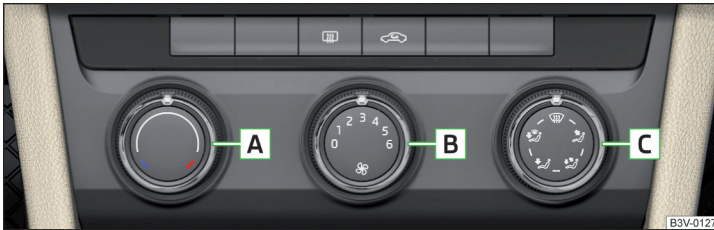
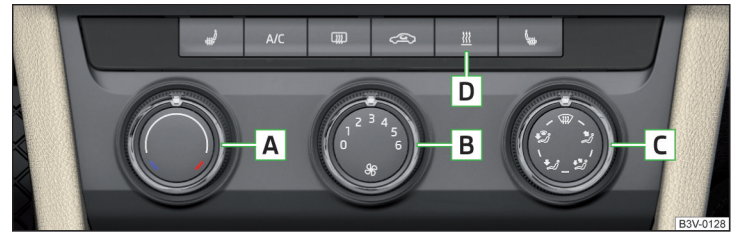

Abb. 135 Heizungsbedienelemente
Abb. 136 Bedienelemente der manuellen Klimaanlage
**Funktionen der einzelnen Bedienelemente** » Abb. 135 und » Abb. 136